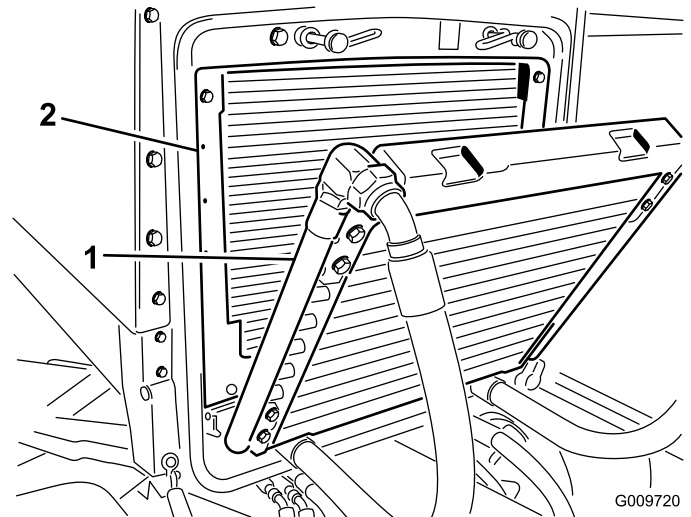

Figura 78
3. Girate indietro il radiatore dell'olio. Pulite accuratamente entrambi i lati dell'area del refrigeratore dell'olio e del radiatore utilizzando aria compressa (Figura 78). Iniziate dal lato anteriore ed eliminate i detriti spingendoli verso la parte posteriore. Successivamente eseguite la pulizia partendo dalla parte posteriore e soffiando l'aria verso la parte anteriore. Ripetete la procedura più volte fino a rimuovere completamente sporcizia e detriti.